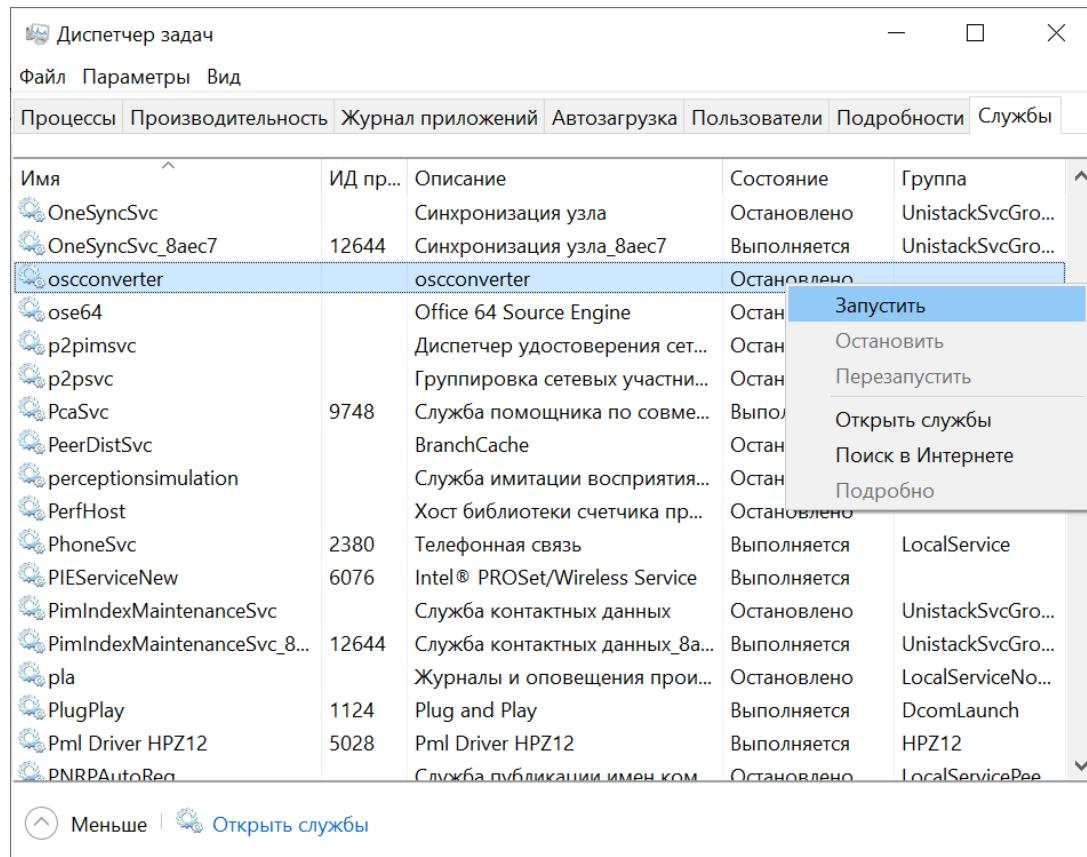

Рисунок 413 - Запуск службы oscconverter
5. В диспетчере задач Windows запустите службу конвертирования осциллографов **osccconverter** (Рисунок 413).